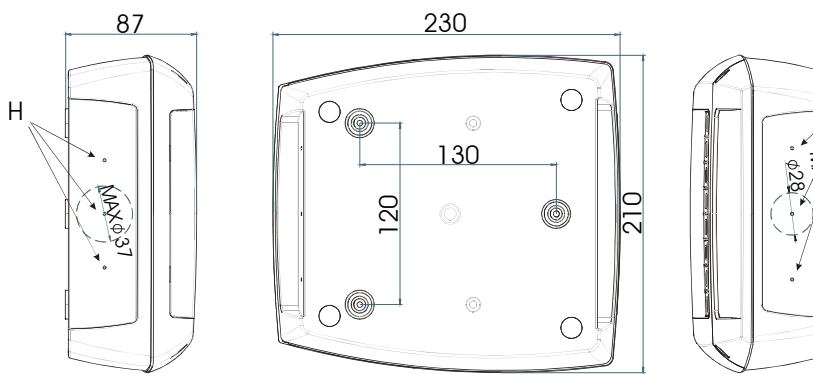

Bild 3
- Für die Kabeldurchführungen sind auf dem Boden des Cool Mate Markierungen angebracht (Bild 3, H, I,). Danach 3 Löcher bohren, wie in Bild 3 (L, M, N) gezeigt, um den Cool Mate zu befestigen.
- Wandbefestigungsblöcke in die Bohrungen einbringen. Den hinteren Teil des Cool Mate mit den 3 Schrauben befestigen und vorher die beigelegten O-Ringe unterlegen (Bild 3, L, M, N).
- Für die Kabeldurchführungen sind auf dem Boden des Cool Mate Markierungen angebracht (Bild 3, H, I,).